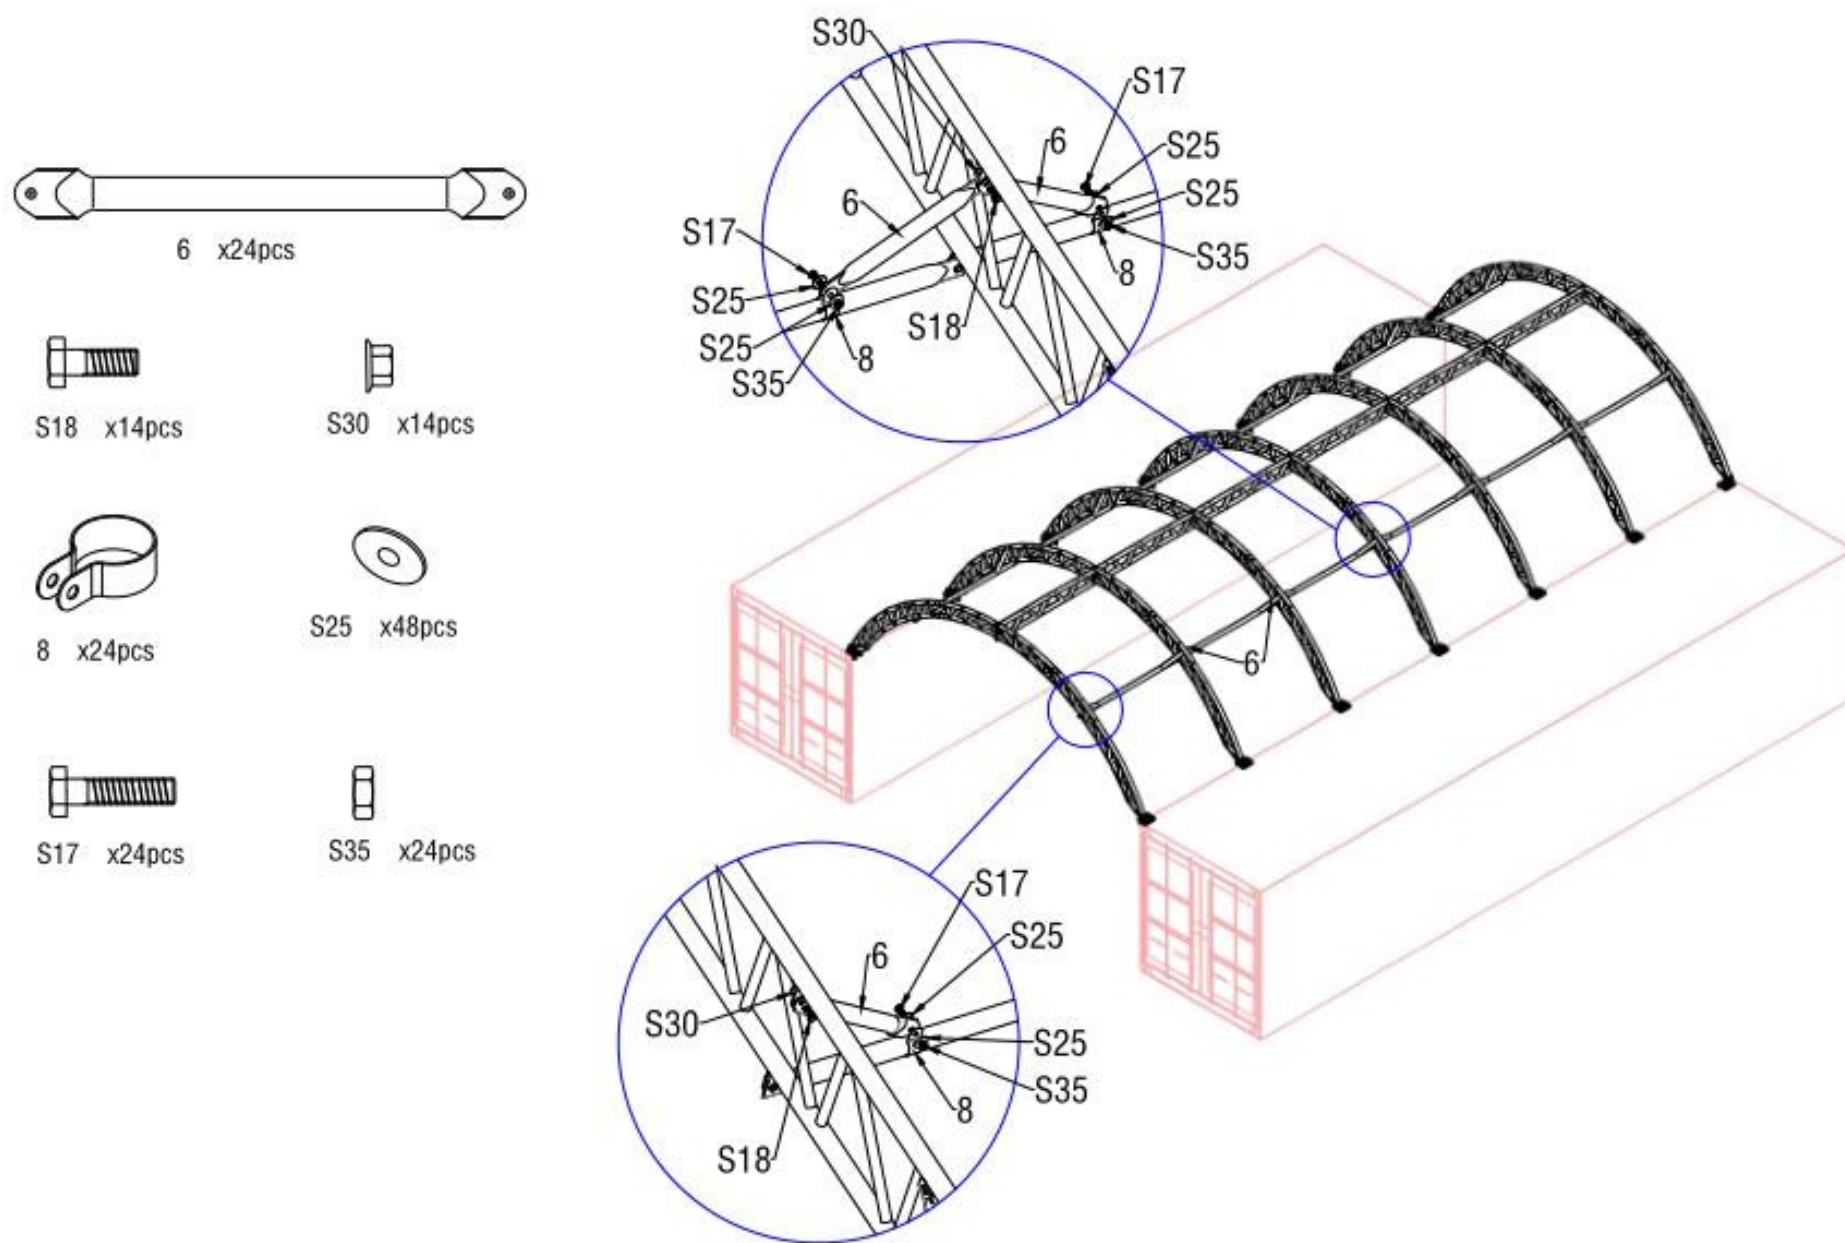

Figure 7
2.5. Reliez le tube de support diagonal pour la panne (pièce n° 6) à l'arche et à la panne (pièce n° 5) à l'aide d'un boulon M10x30 mm (pièce n° S18) et de clips (pièce n° 8), comme indiqué ci-dessous. La figure 7 montre.
2.6. Installez les tubes de support diagonaux sur les arceaux à l'aide des clips (pièce n° 8) comme indiqué ci-dessous dans la figure 7. Il y a au total deux groupes de tubes de support diagonaux, comme le montre la figure.